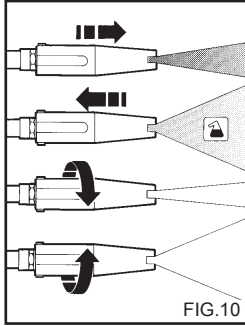

FIG.10
USO DELL'UGELLO REGOLABILE MULTIREG (Fig. 10)
- 2) Azionare l'idropulitrice, aprire il rubinetto detergente (se presente), attivare il comando di aspirazione del detergente presente sulla lancia (fig. 10) e cospargere la superficie da lavare agendo dal basso verso l'alto.